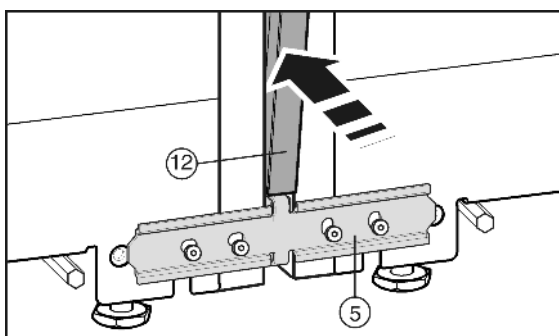

Fig. 9
Prima dell'inserimento dei coprifuga Fig. 9 (12) premere le due nervature sull'intera lunghezza. Il listello è facilmente inseribile nella fessura. Per premere il listello utilizzare un panno morbido, così da evitare ammaccature nella superficie del coprifuga. Premere con cura il listello diritto nella fessura per ottenere una connessione ottimale.
- ▶ Sul lato anteriore premere il coprifuga Fig. 9 (12) lungo nella fessura verticale. Prestare attenzione in modo che il listello poggi sulla lamiera di collegamento Fig. 9 (5).